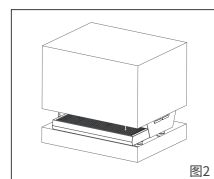

图2
1. 打开包装取出咖啡机,检查配件是否齐全,撕去五金表面的保护膜(如图2所示);